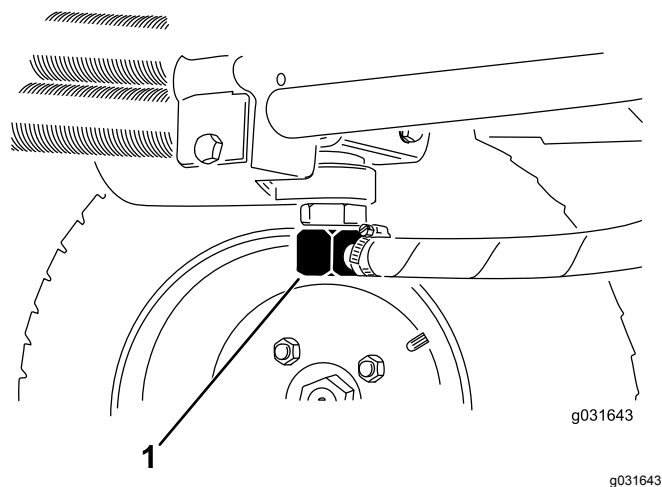

Figura 59
2. Desconecte el tubo hidráulico o retire el filtro hidráulico y deje fluir el fluido hidráulico en un recipiente apropiado (Figura 61 y Figura 59).
3. Vuelva a colocar el tubo cuando el fluido hidráulico se haya drenado (Figura 59).